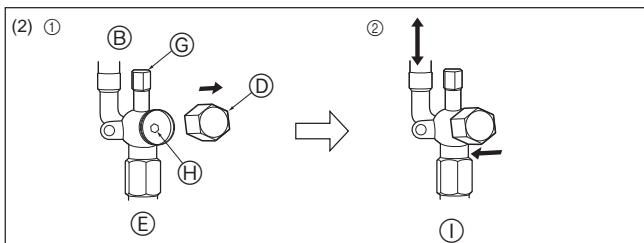

Fig. 4-7
(2) Lado del líquido (Fig. 4-7)